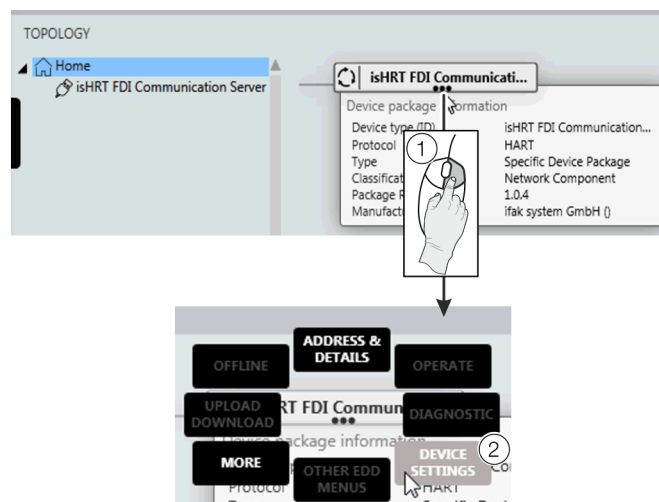

Abbildung 51: FIM – „Device Settings“ auswählen
6. Rechtsklick ① wie in **Abbildung 51** dargestellt.
7. „DEVICE SETTINGS“ ② wie in **Abbildung 51** wählen.